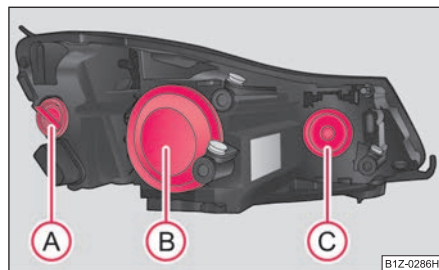

Fig. 240 Faros delanteros: Posición de montaje de las bombillas
Posiciones de las bombillas en el faro delantero ⇒ fig. 240.
- Quitar la caperuza protectora (B) ⇒ página 269, fig. 240.
- Quitar la caperuza protectora (C) ⇒ página 269, fig. 240.